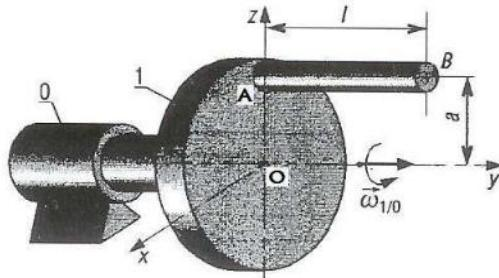

Figure V.4
Exercice 03. Une tige mince AB, de longueur (l) et de masse (m) est fixé sur un disque (1) en rotation à la vitesse $\overrightarrow{\omega_{1/0}}$ par rapport à un bâti fixe (0). (Voir Figure V.4).